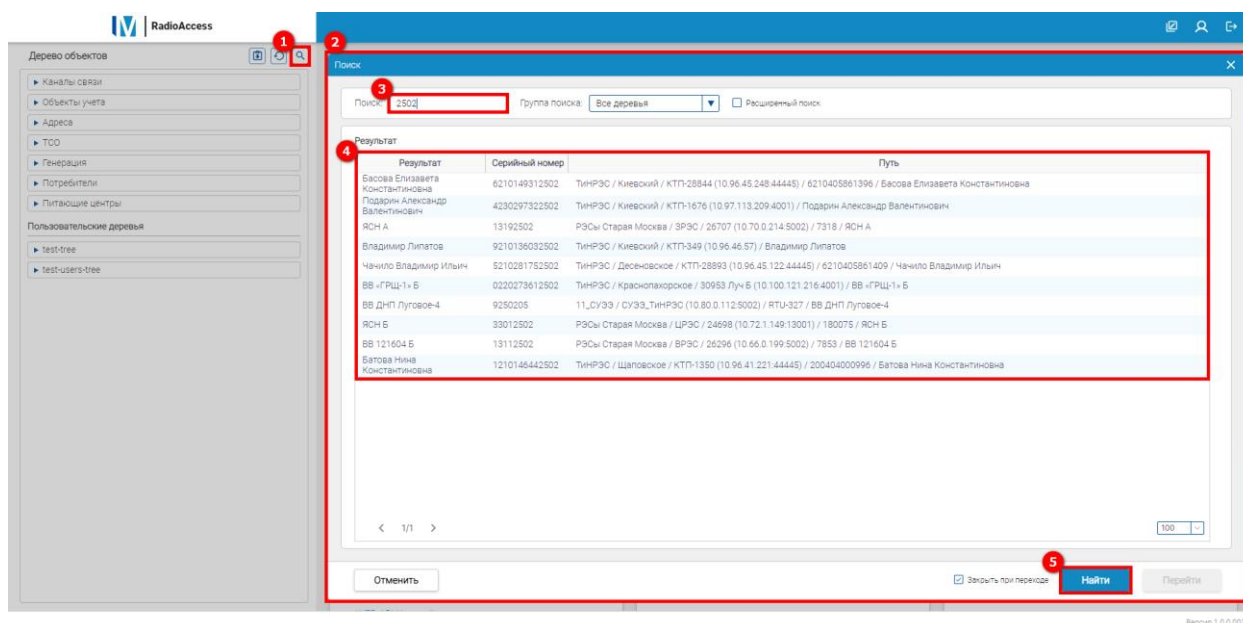

Рисунок 129 – Поиск данных
В правой части боковой панели находится кнопка поиска (1) (см. рисунок 129), при нажатии которой будет открыто окно поиска (2), в котором можно осуществить поиск информации по всей структуре компонентов боковой панели.